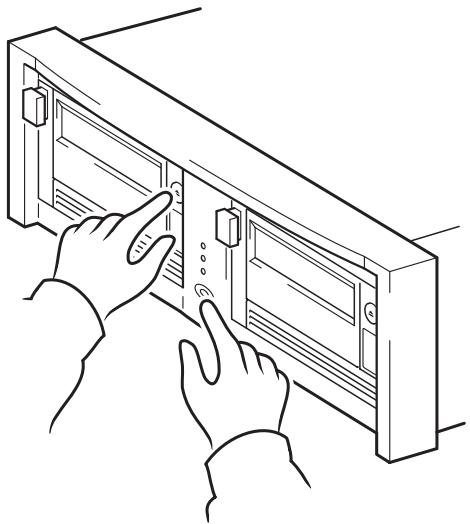

Figura 10b: utilizzo di HP OBDR, fase 2
- 2 Tenendo premuto il pulsante di espulsione dell'unità a nastro, accendere l'array per nastri e il server (vedere la Figura 10b). Verrà attivato il processo HP One-Button Disaster Recovery. Rilasciare il pulsante di espulsione non appena il LED Ready sul pannello anteriore comincia a lampeggiare con la sequenza OBDR. Si tratta di una sequenza ripetitiva di: LED lampeggiante-LED acceso-LED lampeggiante.